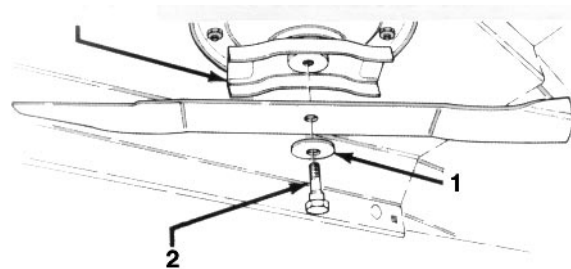

Figure 13
2. Saisir l'extrémité de la lame avec un chiffon ou un gant épais. Enlever la vis spéciale, la rondelle belleville et la lame de l'axe de pivot (Fig. 13).